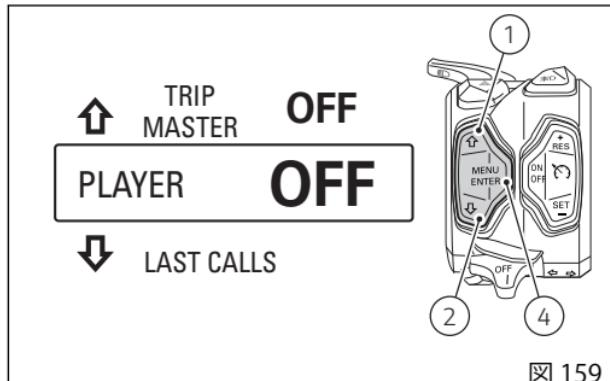
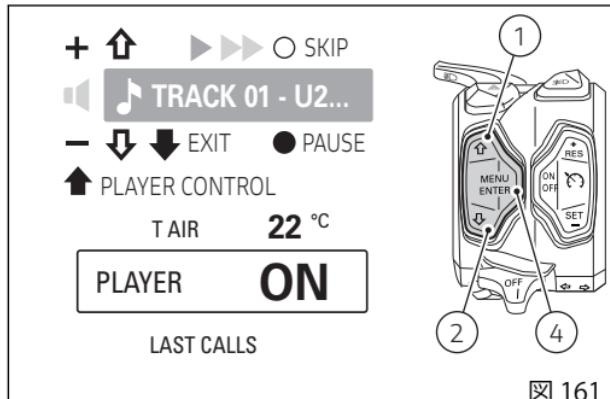

図 159
図 161
プレーヤーが起動していない場合、インストルメントパネルは "PLAYER OFF" の文字を表示します (図 159)。起動するにはボタン(4) を押します。インストルメントパネルは "PLAYERON" の文字を表示し、メニューの上にプレーヤーメニューが現れます (図 161)。
ボタン(4) を押してプレーヤーを停止すると、インストルメントパネルは "PLAYER OFF" (図 159) を表示します。
プレーヤーが ON でプレーヤー操作内にいる時は(図 161)、ボタン(1)、ボタン(2)、ボタン(4)はプレーヤー操作専用ボタンになります。
プレーヤーメニューから出た後にプレーヤーを停止するには、ボタン(4)を押します。インストルメントパネルは"PLAYER OFF"の文字を表示します(図 159)。